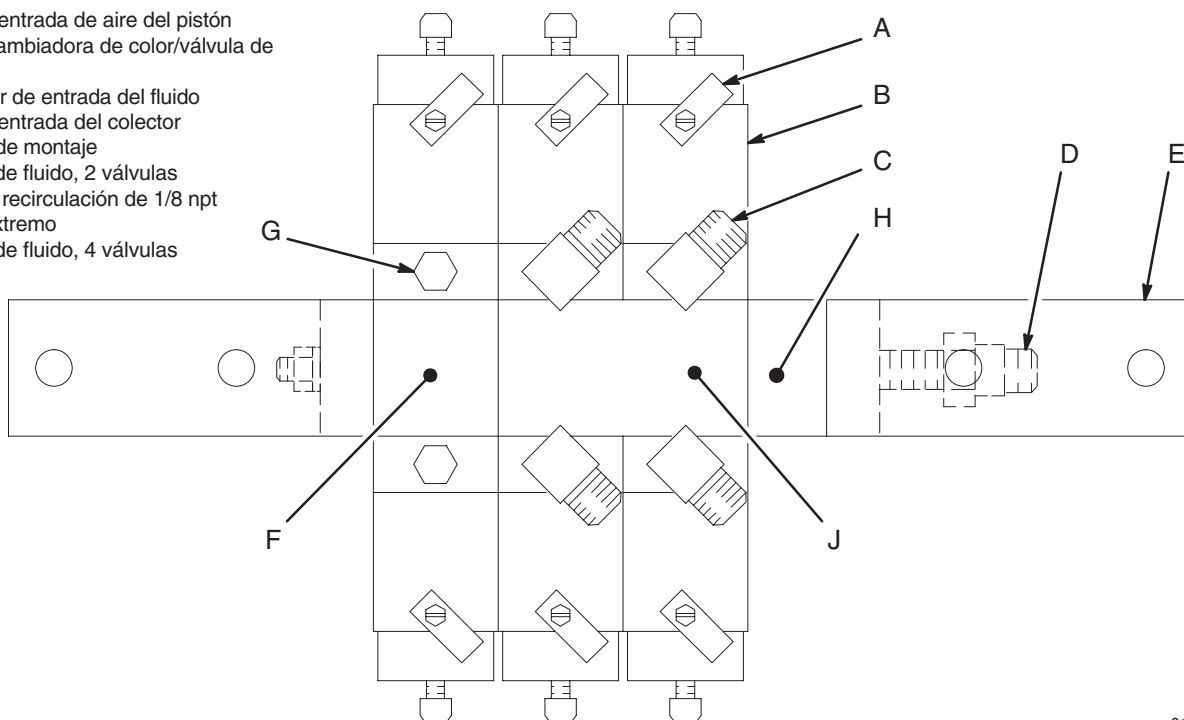

Fig. 1
1. Monte la válvula de color (B) en el colector de fluido (F). Vea la Fig. 1.
2. Conecte un tubo de 3,97 mm (5/32 in.) D.E. a la pieza de entrada de aire del pistón (A).
3. Instale un adaptador adecuado (C) en la entrada de fluido de 1/8 npt de la válvula de color. Antes de instalarlo, aplique sellador de roscas en las roscas del adaptador.
5. Conecte la manguera de fluido desde el dispositivo dispensador hasta la pieza de entrada del colector de fluido (D).